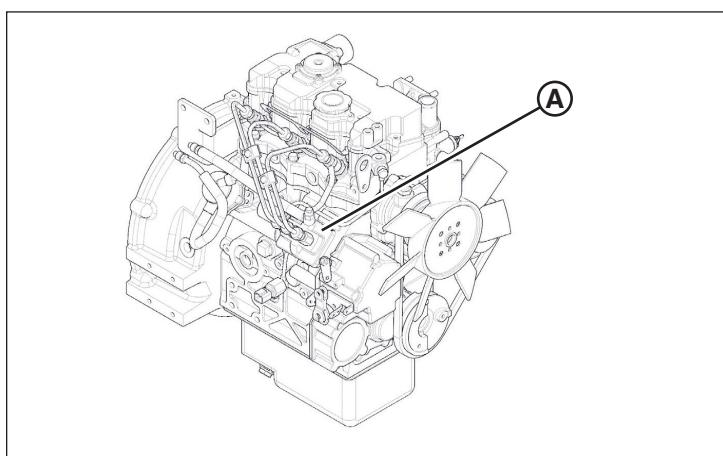

Figura 27
**Kubota:** El motor tiene una placa de número de serie (**A**, Figura 27) adjunta en la parte superior derecha del bloque del motor, sobre la bomba de inyección de combustible.